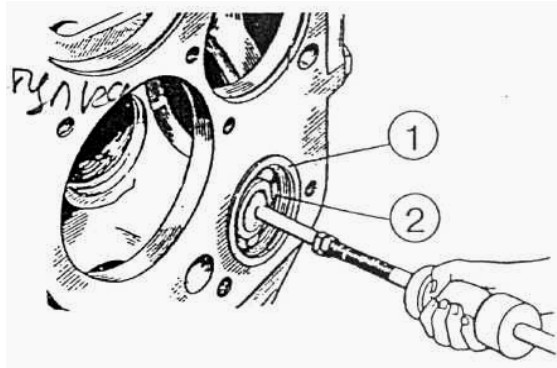

Рисунок 5.55
4.5) выпрессуйте из корпуса коробки передач подшипник (2) (рисунок 5.55) и втулку (1) назад по ходу трактора;